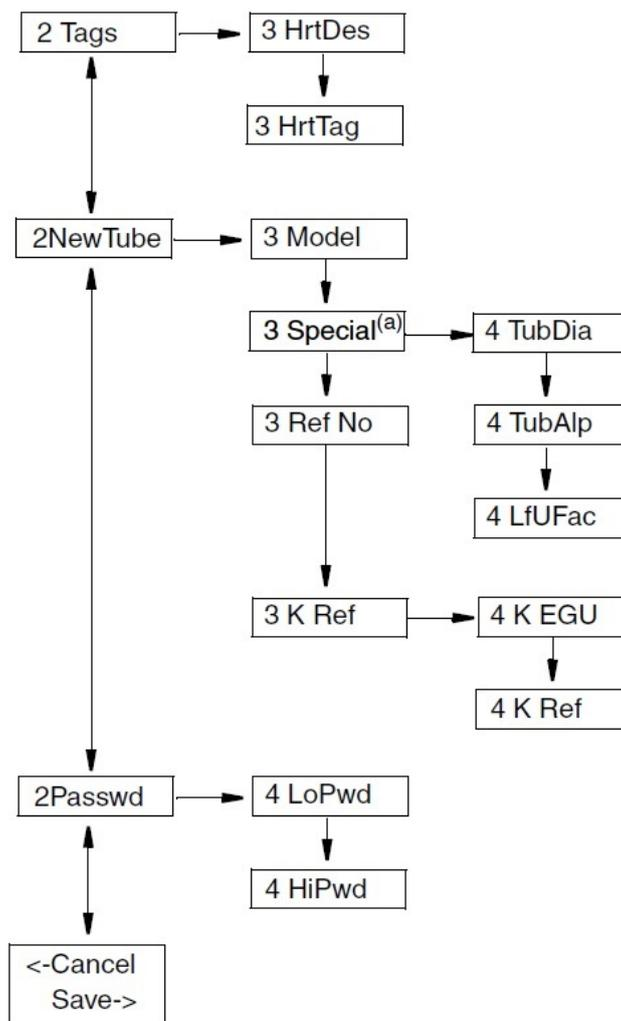

Рисунок 44. Дерево меню «Настройка» (Setup) (часть 3 из 3)
- ◆ В пункте 4 Config выберите из списка конфигурацию трубопровода, расположенного перед расходомером (см. рисунок 44):